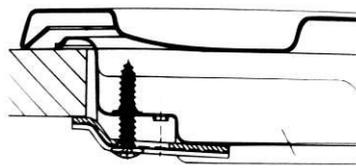

**Fig.5**
- c) Los gabinetes deben colocarse cerca del capó a una altura de 420 mm como mínimo (Fig. 5).